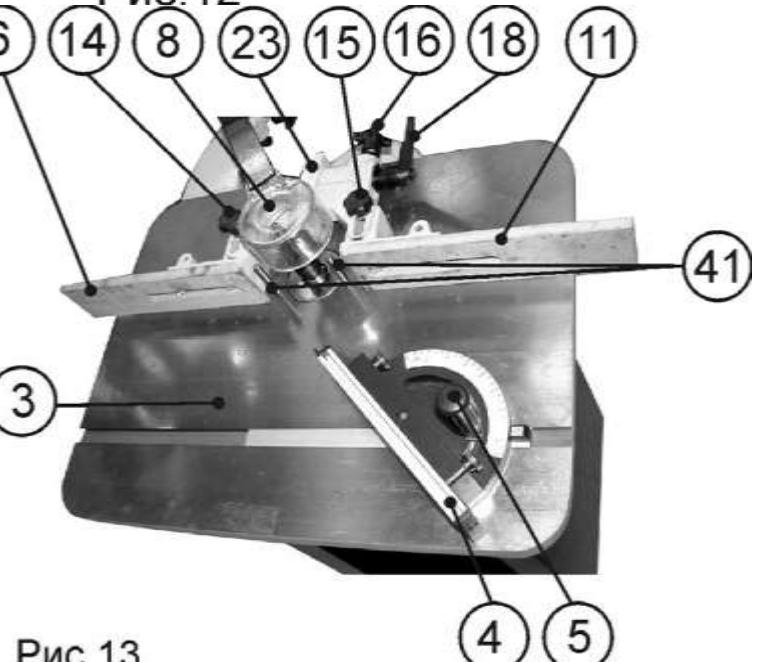

Рис.13
10.1.2. При не работающем станке поместите заготовку на рабочий стол (3). Проверьте плавность движения и равномерность прилегания заготовки к рабочему столу (3) и направляющей планке (11), Рис. 13.
10.1.3. При выполнении фрезерной операции с применением направляющей скоса (4), при не работающем станке проверьте равномерность прилегания заготовки к направляющей скоса (4) и рабочему столу (3), а также плавность движения направляющей скоса (4) и заготовки по рабочему столу (3), Рис. 13.
10.3.4. Подавайте заготовку с равномерной скоростью. Любая остановка заготовки образует неровность или ступень на обрабатываемой поверхности заготовки. При фрезеровании верхняя часть фрезы, находящаяся выше заготовки, в целях собственной безопасности должна закрываться защитным колпаком (8), Рис.13.
10.4.2. Для выполнения криволинейного фрезерования используются специальные приспособления – цулаги, упорные кольца и копировальные пальцы (41). При копировании заготовки по имеющемуся образцу или шаблону в рабочем столе (3) предусмотрена установка двух съёмных копировальных пальцев (41). Заготовку кладут на копир – шаблон, который имеет конфигурацию будущей детали, и зажимают. Кромку копира – шаблона обводят по копировальному пальцу (41), Рис.13. Фреза на заготовке повторяет конфигурацию копира – шаблона. Меняя шаблоны и режущий инструмент, можно получить различные изделия. Об изготовлении и методах работы с этими приспособлениями можно получить информацию в соответствующих учебных пособиях о работе с фрезерными деревообрабатывающими станками.